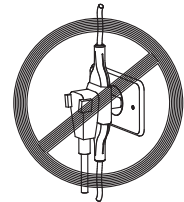

Fig. 35
- Em hipótese alguma, conectar outros aparelhos na mesma tomada. [Fig. 35].